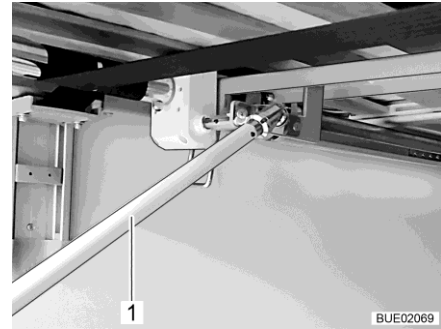

Bild 151 Vev i bakre lastutrymmet
- För att höja sängen: Vrid veven (Bild 151,1) medurs.
För att sänka sängen: Vrid veven (Bild 151,1) moturs.